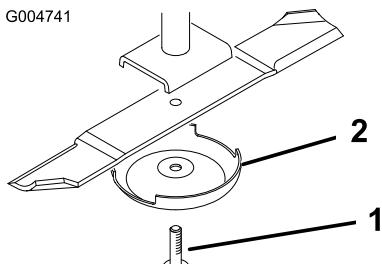

Figura 92
- la coppa antistrappo e la lama dall'asse del fusello (Figura 92).